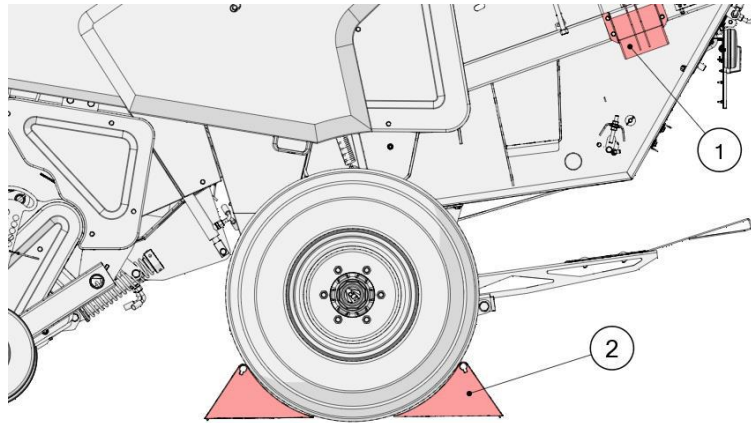

Figura 46. Protección de la rueda con cuñas
Cuando la máquina se desacopla del tractor, proteja las ruedas con las cuñas (2) que se encuentran en los soportes (1) de los lados izquierdo y derecho de la máquina (Figura 46).